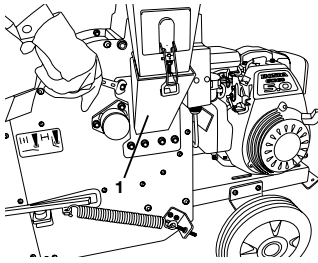

Bild 1
Stecken Sie den seitlichen Trichter (1) auf die angeschweißten Bolzen am Schredderseitenteil und schrauben Sie ihn fest (siehe „Bild 1“).